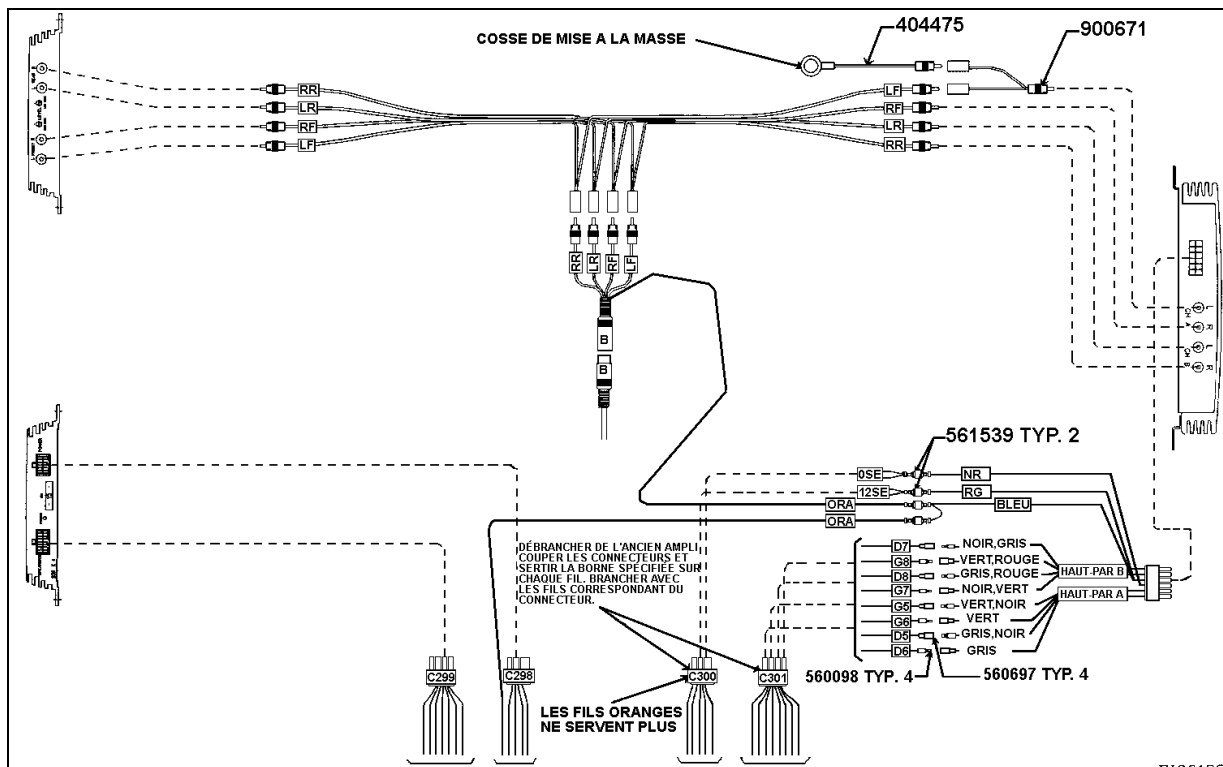

FIGURE 7
Remarque: Se référer à la figure 7 pour le schéma électrique de l'installation de l'amplificateur.
9. Installer la plaque de fixation de l'amplificateur (Prévost no 404517) dans le compartiment avec les vis de fixation, visser l' amplificateur à la plaque et faire le branchement du câblage selon la figure 7.